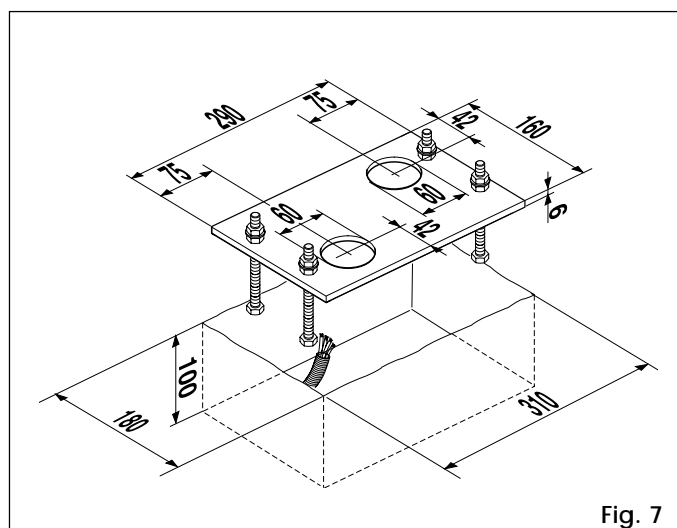

Fig. 7
- 3) Eseguire un plinto di fondazione come da Fig.7 e murare la